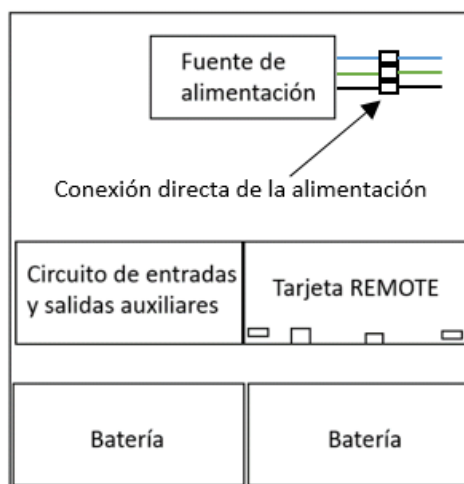

Figura 8. Estructura de las centrales Zafir o Clyn Remote.
- 4- Retirar el protector adhesivo de los soportes y pegar la tarjeta al lado derecho de la tarjeta de salidas y entradas auxiliares (aprovechando los dos pernos que quedan libres) y dejando las conexiones mirando hacia abajo. La Figura 8 muestra cómo queda la central con la placa instalada.